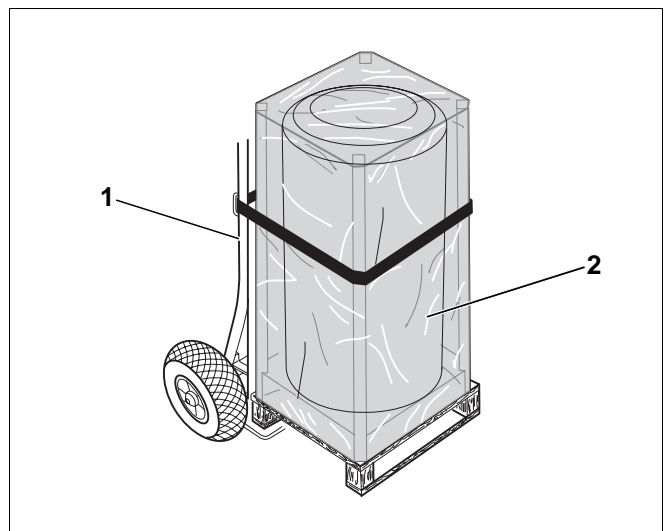

Fig. 3 Transport du préparateur d'ECS avec le chariot spécial Buderus
- Placer le chariot spécial Buderus (fig. 3, **pos. 1**) contre la partie arrière du préparateur emballé (fig. 3, **pos. 2**).